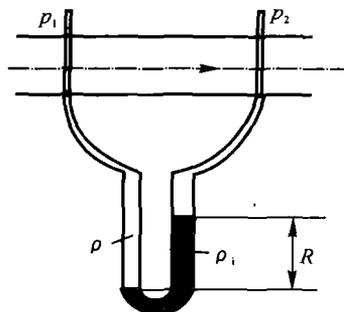

图1-2 U形压差计
(1) U形压差计:如图1-2所示,用一根装有密度为 ρ_i 指示液的U形玻璃管,测量密度为 ρ 的流体的压强,若指示液读数为 R ,则压差为